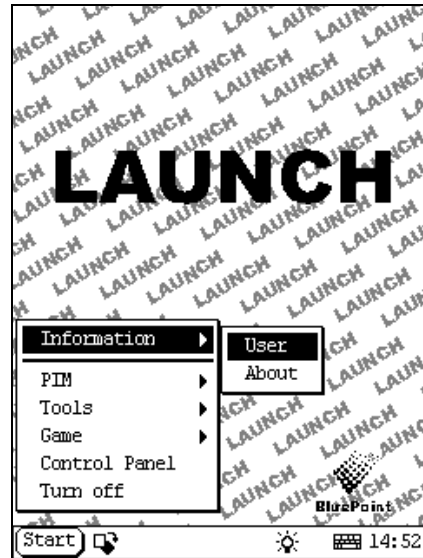

Abb. 4-43
- 3) Zum Öffnen des Interfaces der Benutzerinformation wählen Sie 'Benutzer' in der Pop-up-Liste. (Siehe Abb. 4-43)